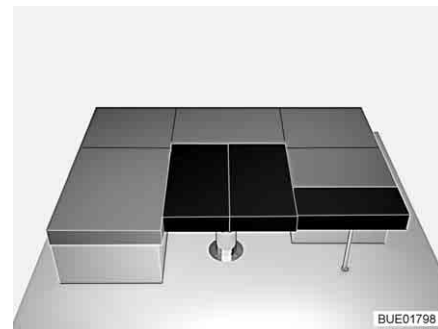

Fig. 104 Después de la transformación
- Colocar el cojín adicional pequeño sobre la prolongación del armazón de cama (véase Fig. 104).